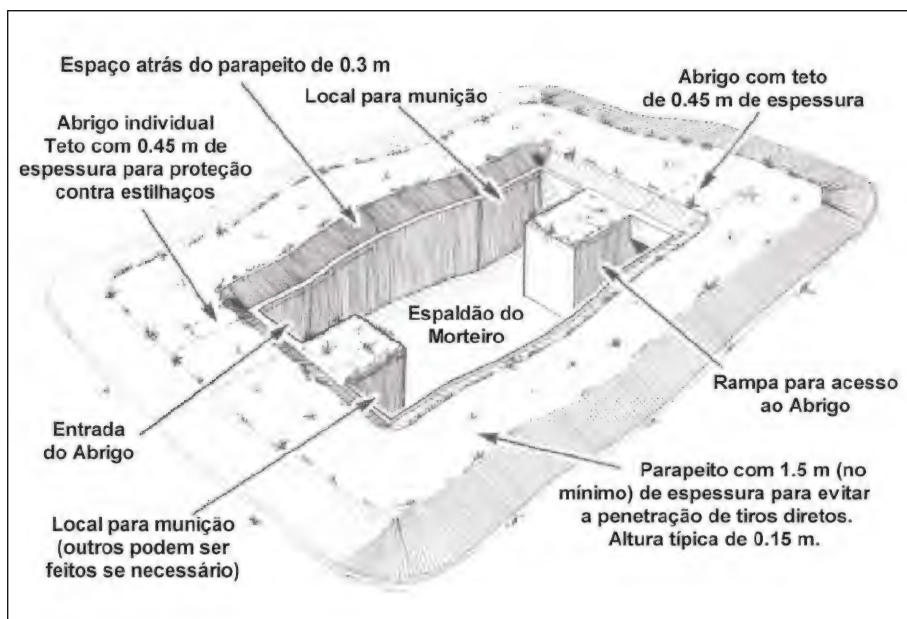

Fig 4-12. Espaldão Completo
**a. A sobra de solo** - O solo que sobrou da escavação é usado como parapeito ao redor do espaldão, com uma altura de 0,15 metro do solo e largura mínima de cerca de 1,50 metro. O parapeito deve ser colocado a cerca de 0,30 metro da borda do espaldão e o solo deve ser firmemente compactado. A grama do solo onde o parapeito for construído deve ser rolada para trás e posteriormente substituída por camuflagem (Fig 4-12).